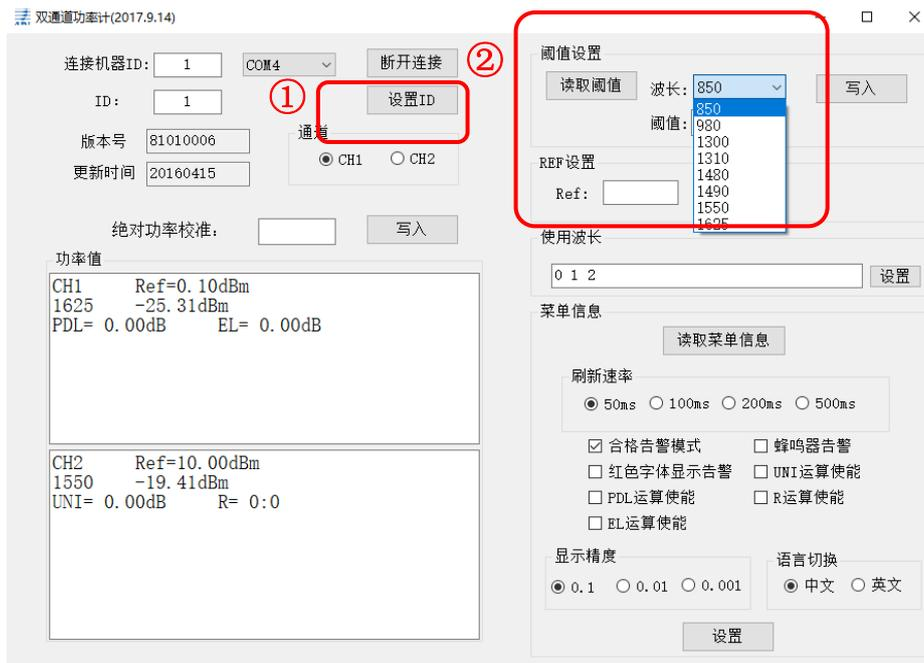

图 7-3-2 波长设置操作界面
- 2) 如图 7-3-2 所示，先选择通道，再点击“读取阈值”，右侧下拉框会自动显示所有波长值，用户可根据实际需要自行设置。